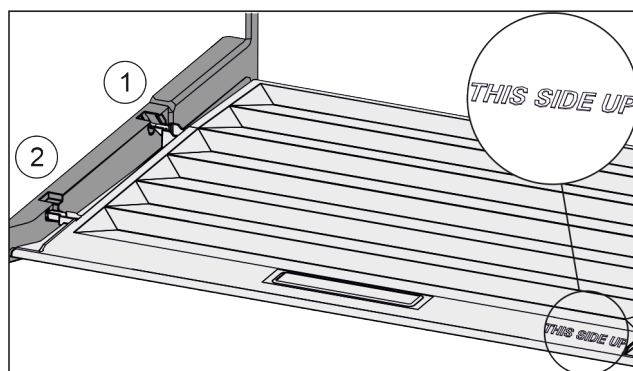

Fig. 37
- Вставити поперечні ребра через отвір заднього тримача Fig. 37 (1) і зафіксувати спереду у тримачі Fig. 37 (2).